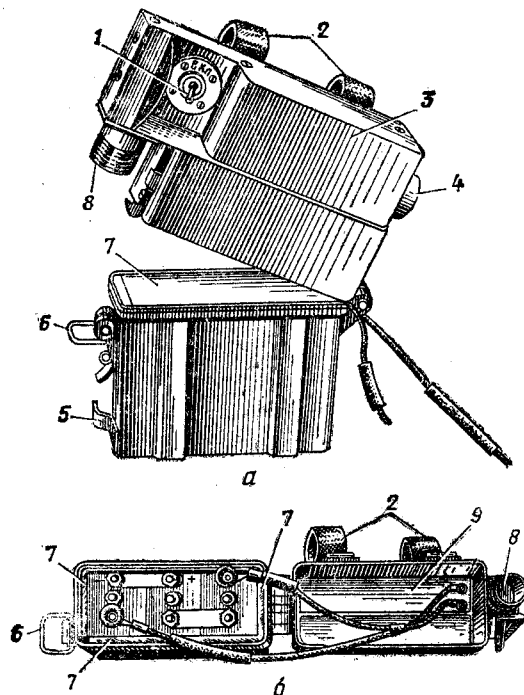

Рис. 28. Футляр аккумуляторной батареи:
33. Футляр аккумуляторной батареи (рис. 28) служит для помещения батареи ЗСЦ-25 и низковольтного преобразователя. В крышке футляра кроме низковольтного преобразователя размещены выключатель питания электронно-оптического преобразователя и колодка штепсельного разъема для соединения с кабелем питания. Сзади в крышке футляра имеется отверстие, через которое производится замена разрядника. Отверстие закрывается крышкой. В нижней части футляра укреплена скоба, под которую вводится кабель для предохранения его от излома. Одна жила кабеля предназначена для подачи напряжения на лампу-фару, другая жила — для подачи напряжения к высоковольтному преобразователю, третья жила служит общим минусом.